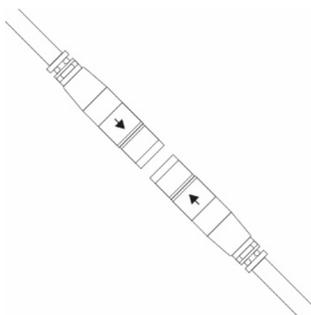

Figura 11 - Detalle de los conectores
3. Colocar el manillar cerca de la terminación de la columna de dirección superior libre y con la ayuda de una segunda persona conectar los dos conectores, respetando los colores. En ambos conectores hay dos flechas que deben estar alineadas para permitir la inserción; presionar los conectores así alineados, uno hacia el otro, hasta que la parte coloreada deje de ser visible (**véase Figura 11 - Detalle de los conectores**).